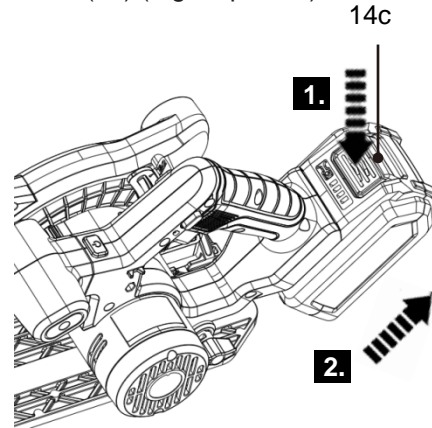

Fig. 6
2. Para retirar el bloque de baterías (14), presione el botón de liberación del bloque de baterías (14c) (Fig. 6, paso 1) y deslice el bloque de baterías (14) hacia fuera del soporte del bloque de baterías (29) (Fig. 6, paso 2).